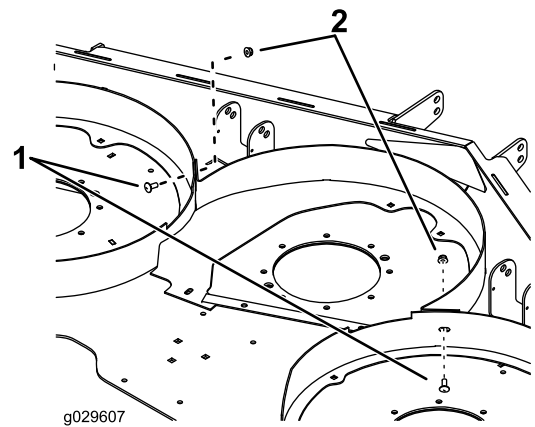

Figure 3
2. Fixez légèrement les chambres droite et gauche à la chambre centrale à l'aide de 2 boulons de carrosserie (5/16 x 3/4 po) et 2 écrous (5/16 po), comme montré à la Figure 3.
4. Fixez légèrement les 2 barrettes de support et le déflecteur sur les 2 angles arrière à l'aide de 8 boulons de carrosserie (5/16 x 7/8 po) et 8 écrous (5/16 po), comme montré à la Figure 3.